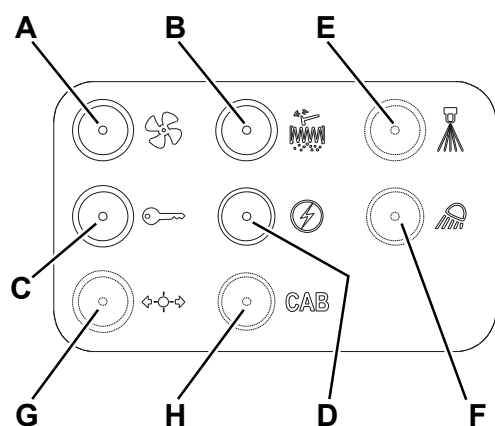

Figure 10
3. Tourner la clé de contact (66) sur « O », puis l'enlever.
4. Contrôler dans le panneau (38) si un fusible restaurable parmi les suivants (Fig. 10) est débranché :
- (A) : F1 (5 A), système d'aspiration poussière
- (B) : F2 (16 A), secoueur
- (C) : F4 (30 A), clé de contact
- (D) : F5 (16 A), composants auxiliaires moteur
- (E) : F3 (10 A), système d'abattage des poussières (si présent)
- (F) : F6 (10 A), feux de travail (optionnel)
- (G) : F7, système d'éclairage (optionnel)
- (H) : F8, ventilateur cabine (optionnel)